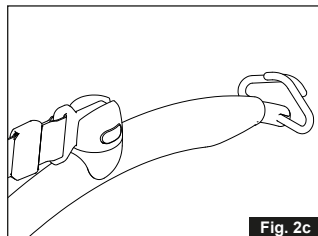

Fig. 2c
2. Den gule knap slippes (fig. 2c)